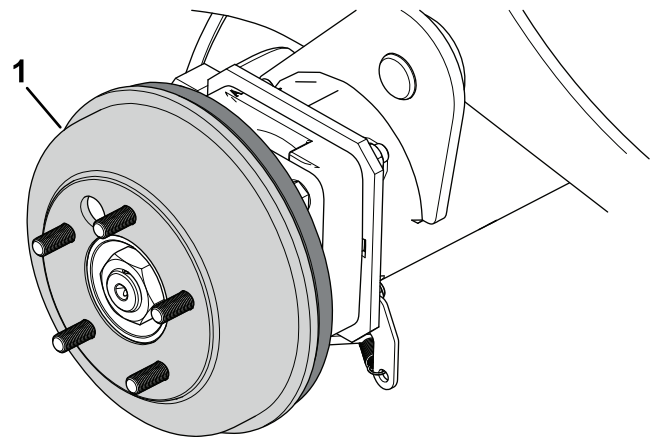

Bild 76
4. Entfernen Sie die Bremstrommeln (Bild 76) von Hand.